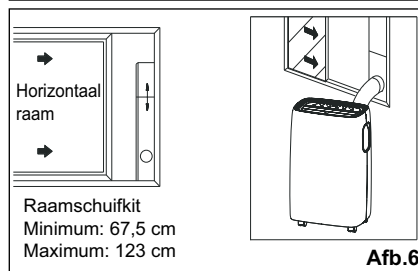

Afb.4
3. Installeer de aansluiting B op de eenheid (Afb.4).